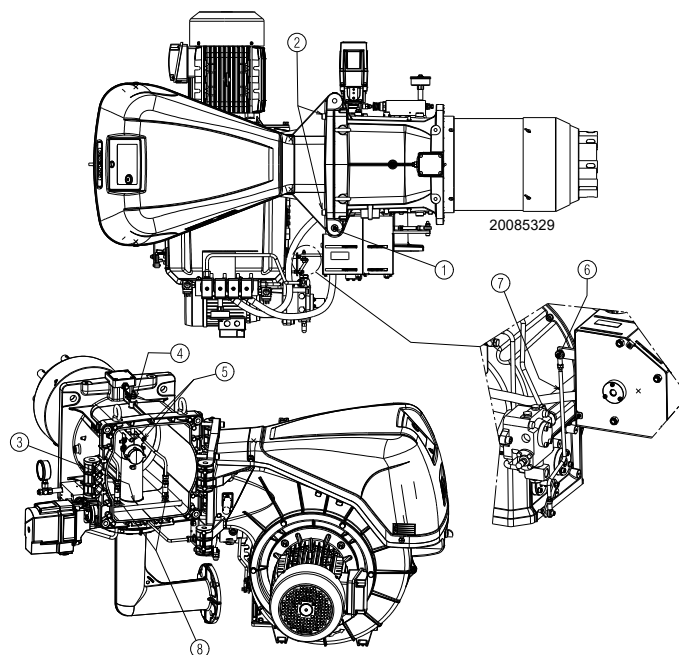

Abb. 15
Werkseitig wird der Brenner für Rechtsöffnung eingestellt, der Stift 1)(Abb. 15) bleibt daher an seinem Platz.
- A** entfernen Sie die Schraube 6) durch Lösen des Zugankers 7)(Abb. 15);
- D** öffnen Sie den Brenner komplett wie aus Abb. 15 ersichtlich;
Für die Rechtsöffnung des Brenners müssen Sie vor dem Entfernen des Stifts 1)(Abb. 15) prüfen, ob die 4 Schrauben 2) gut festgezogen sind. Dann schieben Sie den Stift 1) auf die gegenüberliegende Seite, nur so ist es möglich die Schrauben 2) zu entfernen; für die weitere Vorgehensweise siehe Punkt **C**.